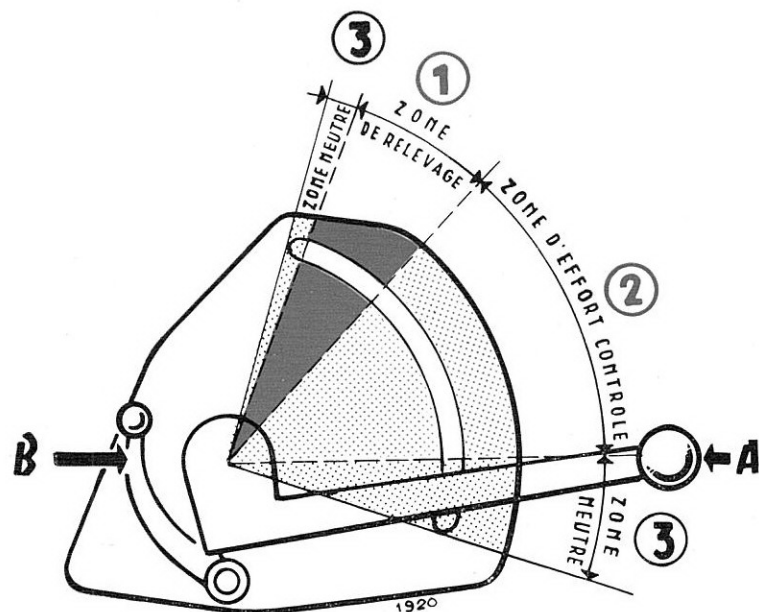

FIG. 13. — Action du levier de commande du relevage.
1) PRINCIPE DE FONCTIONNEMENT (FIG. 13 et 14).
Si le levier de commande du relevage était toujours amené au bas de zone (2, fig. 13) du secteur, l'outil travaillerait continuellement à la profondeur maxima, ceci en fonction de la plus ou moins grande résistance qu'offrent les différents sols à son passage.